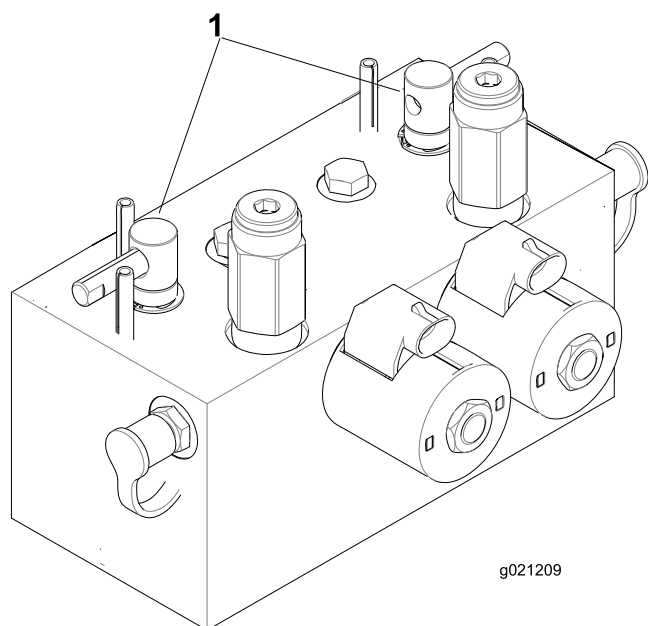

Bild 106
2. Entriegeln und klappen Sie den Sitz hoch, um die Lapphebel frei zu legen (Bild 106).
5. Wählen Sie entweder den vorderen, hinteren oder beide Lapphebel aus, um festzulegen, welche Geräte geläppt werden (Bild 106).